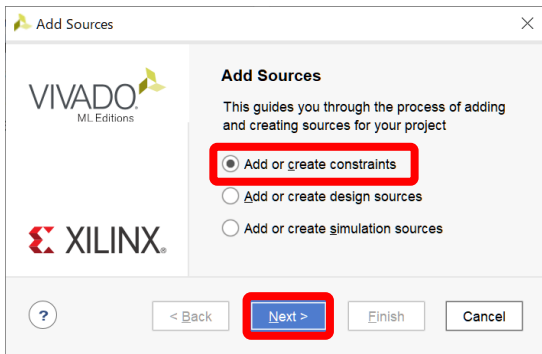

図 11.32 FPGA への実装の手順 2
3) 「Add or create constraints」を選択する (図 11.32)。